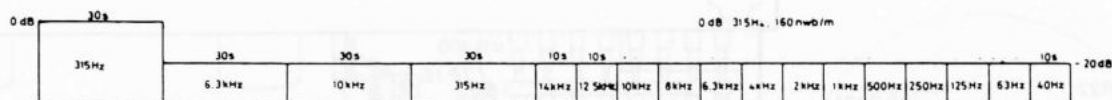

Fig. 11-5 Contenido de la cinta de prueba STD-331B
- STD-331B : Ajustes de reproducción (Véase la Fig. 11-5)